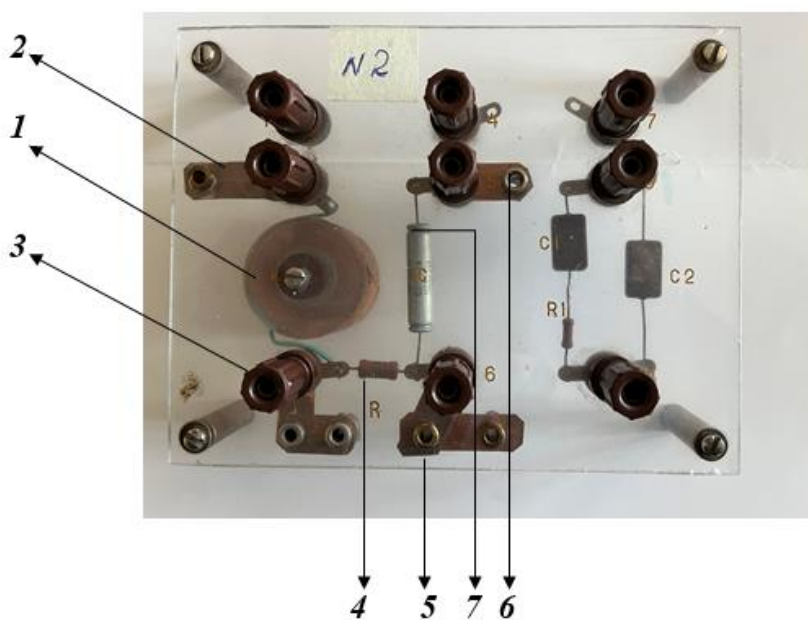

Рис. 6
1. Убедитесь, что выходной кабель подключен к гнезду (б)-выход **600 Ω** . Другой конец кабеля заканчивается двумя штеккерами на проводах разной длины. Длинный провод соединен с корпусом прибора и, таким образом, с общей точкой схемы генератора. Часто корпус прибора соединяют с землей. Поэтому длинный провод на другом конце кабеля называют «**Общим**» или «**Земля**» - (символ \perp). Переменное напряжение от генератора на плату рис.6 поступает по короткому проводу.
2. Переключатель поддиапазонов частот (9) установите в положение **10²**.
3. Переключатели установки частоты (3) установите в положение **60,0 Hz**.
4. Переключатель ступенчатого ослабления выходного напряжения (4) установите в положение 0.
5. Ручку плавной расстройки частоты (8) установите в нейтральное положение.
6. Ручку плавной регулировки выходного напряжения (7) поверните до упора против часовой стрелки – напряжение на выходе минимальное.